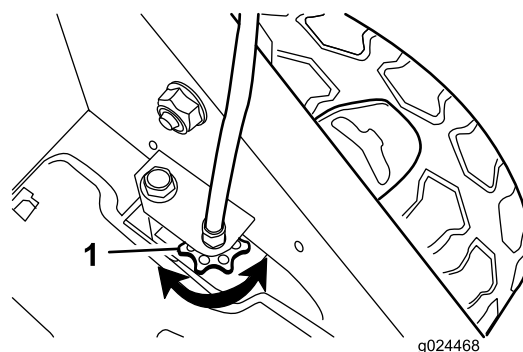

Figura 24
- Se as rodas não rodarem quando engata a barra de transmissão autopropulsora, a correia de tração está solta. Rode o manípulo de controlo da transmissão das rodas (Figura 24) uma volta para a direita e repita os passos 4 a 6.
- Se as rodas rodarem antes de engatar a barra de transmissão autopropulsora totalmente, a correia de tração está demasiado apertada. Rode o manípulo de controlo da transmissão das rodas (Figura 24) uma volta para a esquerda e repita os passos 4 a 6.